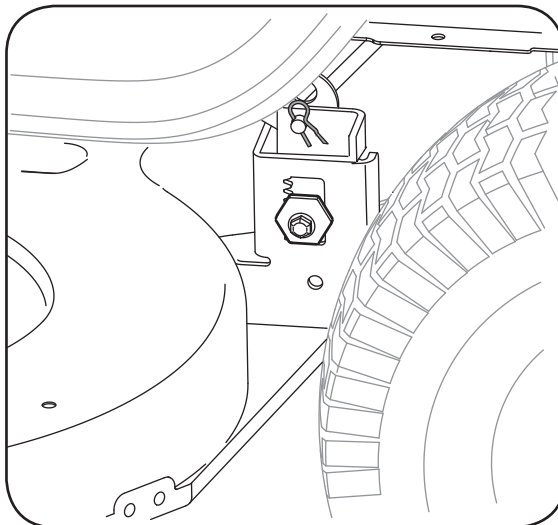

Figura 22
4. Mire la plataforma de corte desde el lado izquierdo del tractor y localice el pasador de horquilla que fija la varilla de sostén de la plataforma al lateral posterior izquierdo de la plataforma. Vea la Figura 22.